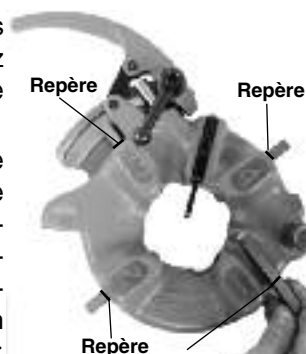

Figure 12 – Insertion des filières
6. Insérez les filières appropriées (chiffre en haut) en les enfonçant jusqu'à ce que leur repère arrive à fleur du rebord de la tête (Figure 12). Les chiffres des filières doivent correspondre à ceux des logements correspondants de la tête de filière. Remplacez systéma-